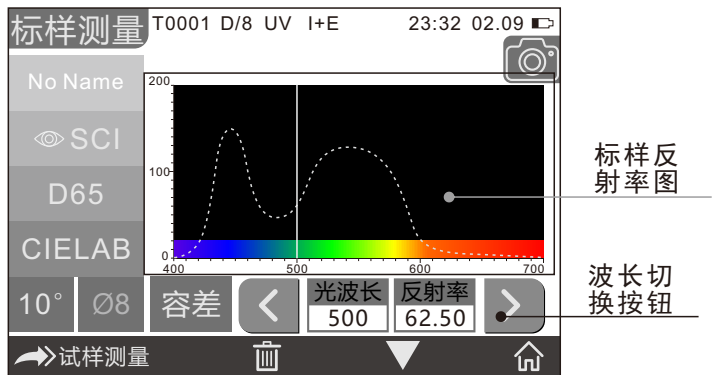

图11 标样反射率光谱图界面
在标样测量界面，将仪器测量口径对准被测样品，贴紧，轻轻按压测试按键，蜂鸣器会“滴”的一声，同时伴随LED指示灯由黄色变为绿色，代表本次测试完成。测试完成后界面如图10、图11所示，下面就标样界面做详细说明。
15) 波长切换按钮：如图11，点击“”“”按钮，当前测试样品光波长和反射率以间隔10nm的频度进行切换。